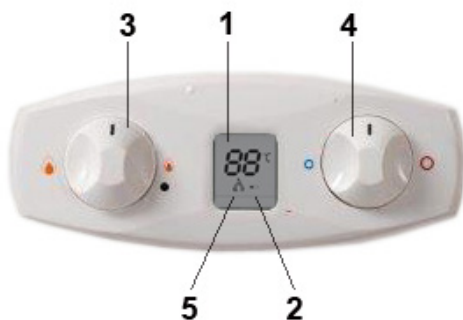

fig. 1 - Painel de comandos
Com o manípulo (ref. 3 da fig. 1) é possível selecionar a potência da caldeira: mínima ou máxima e as posições intermédias, segundo o nível de aquecimento de água necessário. Ao rodar o manípulo para a esquerda, o aparelho aquece a água à potência máxima. Caso a temperatura seja demasiado elevada, por exemplo, no verão, ou caso seja necessário um caudal reduzido de água não muito quente, rode o manípulo para a direita. Deste modo, reduz-se a potência e, consequentemente, o consumo de gás. Na posição ● o aparelho está desativado.